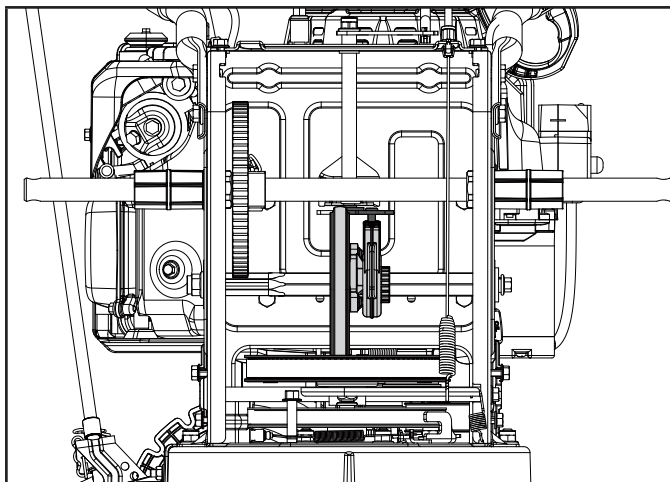

Figure 49
8. Nettoyez le disque de friction en aluminium en l'essuyant avec un chiffon propre et suivez les étapes précédentes dans l'ordre inverse pour réassembler les pièces. Veillez à ce que les pièces soient alignées comme indiqué lors de l'assemblage final (fig. 49).